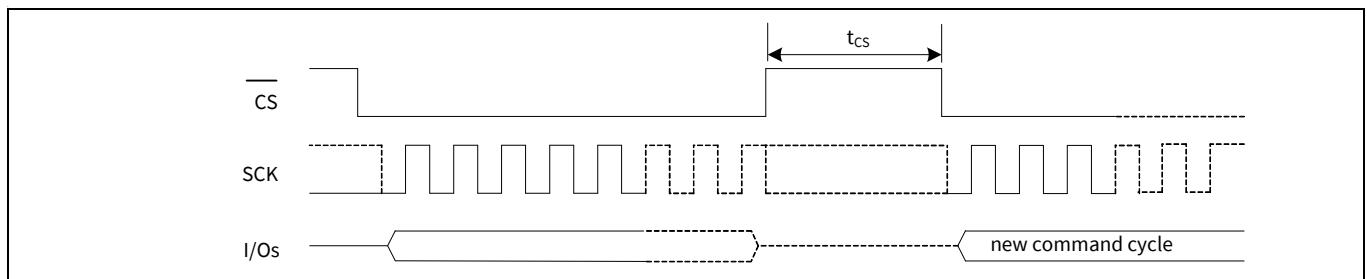

図 116 チップ選択解除 (CS HIGH) – t_{CS} タイミング
- 21.t_{CS} は、新しいコマンドサイクルが特定の SPI モード (SPI、DPI または QPI) で開始するまでの最短のチップ選択解除 (CS HIGH) 時間です。このパラメーターはホストが新しいコマンドサイクルを開始する前に以前の動作が正常に完了したことを示します。**図 116** を参照してください。
21. t_{CS} は、新しいコマンドサイクルが特定の SPI モード (SPI、DPI または QPI) で開始するまでの最短のチップ選択解除 (\overline{CS} HIGH) 時間です。このパラメーターはホストが新しいコマンドサイクルを開始する前に以前の動作が正常に完了したことを示します。図 116 を参照してください。
25. t_{CS} は、新しいコマンドサイクルが特定の SPI モード (SPI または QPI) で開始するまでの最短のチップ選択解除 (\overline{CS} HIGH) 時間です。このパラメーターはホストが新しいコマンドサイクルを開始する前に以前の動作が正常に完了したことを保証します。 **図 116** を参照してください。